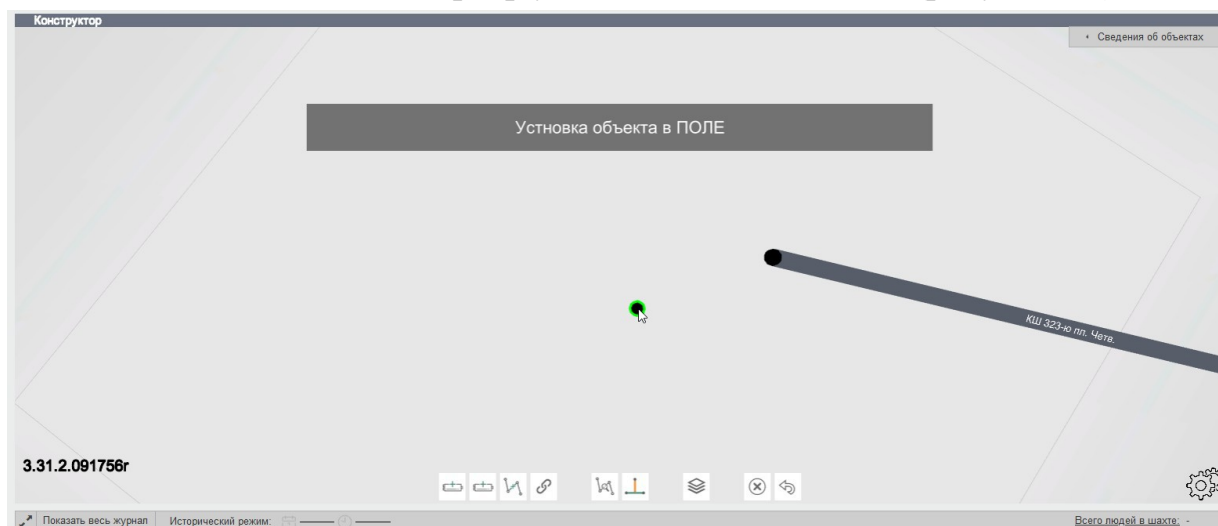

Рисунок 60. Установка объекта в поле
1. Изначально маркер устанавливается в поле (рисунок 60).